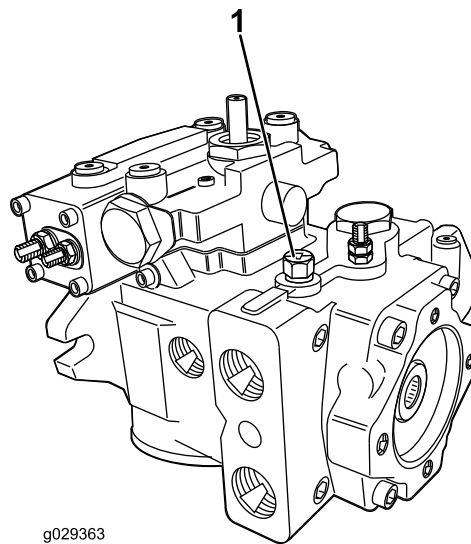

Figura 32
8. Per disattivare il sistema di frenata di servizio idraulico, aprite la valvola di bypass della trasmissione nella parte superiore della pompa di trasmissione come mostrato nella Figura 32.
2. Chiudete la valvola di bypass della trasmissione (Figura 32).